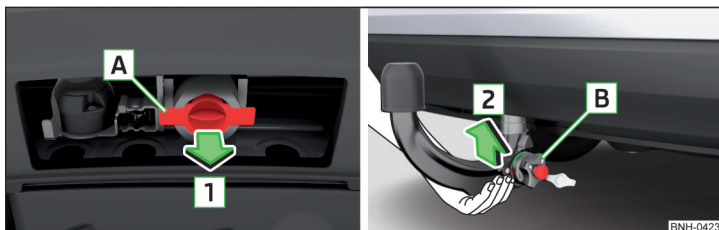

Fig. 139 Scoaterea clapetei pentru locul de fixare/introducerea tijei cuplei
- Pentru **pregătirea montării**, scoateți clapeta de la locul de fixare **A**, în sensul săgeții **1** » fig. 139.
- Pentru **montare**, apucați tija cuplei **de jos** » fig. 139.
După demontarea tije cuplei, montați clapeta pentru locașul de fixare [A] în sens opus săgeții [1] » fig. 139 la pagina 114.